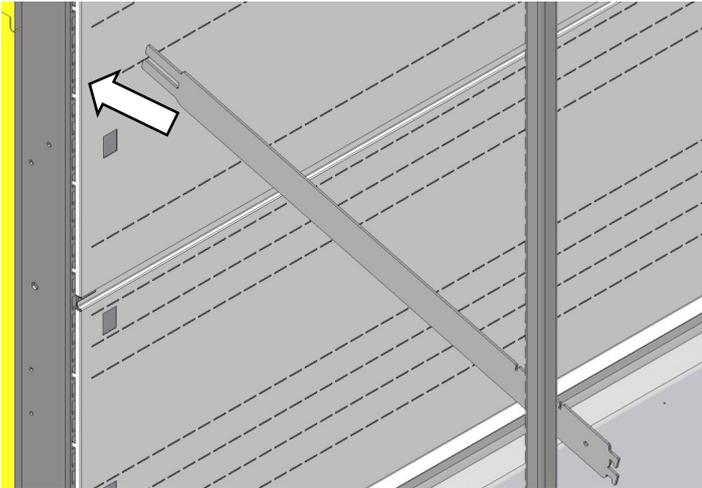

Abb. 6a
1. Setzen Sie die Regalstützen zuerst auf der Rückseite in die Schlitz ein **Abb. 6a**;